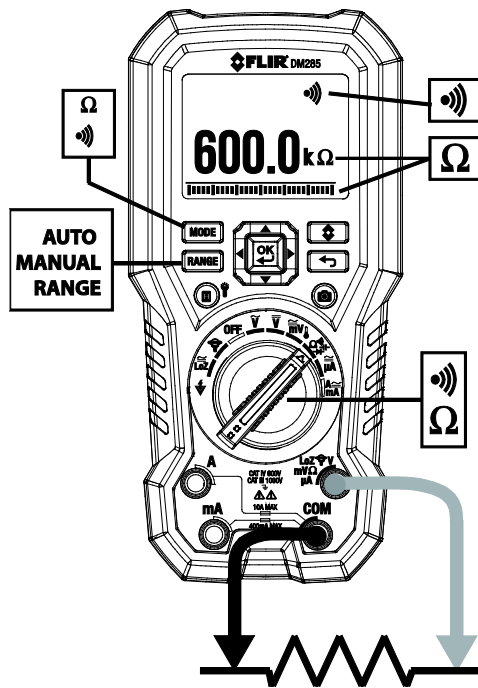

图 9-3 电阻与通断性测量
1. 请参阅图 9-3。将功能开关设定至  档位。
1. 请参阅图 9-3。将功能开关设定至  $\Omega$  档位。